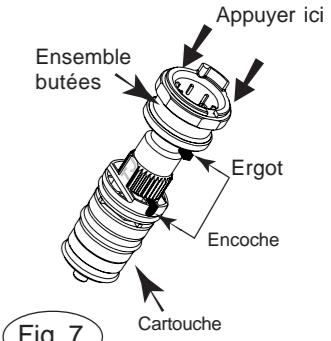

Fig. 7
- Engager à fond l'ensemble butées sur la cartouche en orientant l'ergot avec l'encoche (fig. 7).